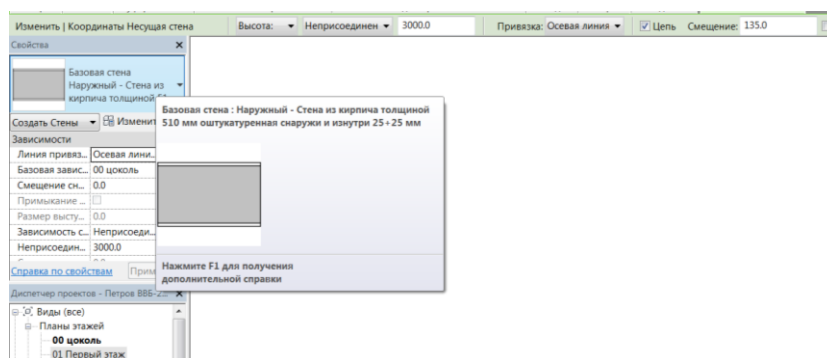

Рис. 30
1. Щелкнуть инструмент **Стена**, выбрать **Наружный - Стена из кирпича толщиной 510 мм, оштукатуренная снаружи и изнутри 25-25 мм** (рис. 30), предварительно нажав в **Диспетчере проектов** **Первый этаж**.